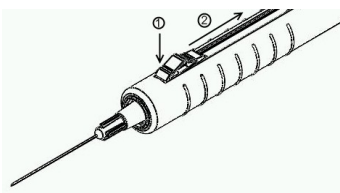

Рис. 9
2. Для убирания иглы используйте одну руку, нажмите на заднюю часть КНОПКИ большим пальцем. Это автоматически задвинет иглу в безопасное положение. Вы услышите щелчок КНОПКИ и игла фиксируется в безопасном положении (Рис. 9, 10).